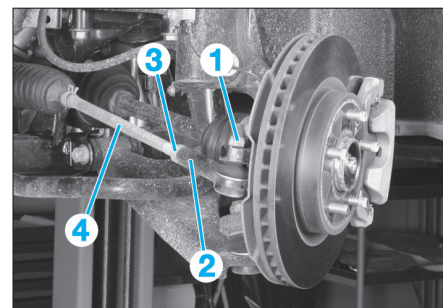

FIG. 18
- Déposer l'écrou (1) puis à l'aide d'un arrache-rotule, extraire la rotule de direction (2) du pivot (**Fig.18**).
- Desserrer le contre-écrou (3) de réglage de parallélisme et dévisser la rotule de direction (2) en maintenant la biellette (4) avec une clé plate.